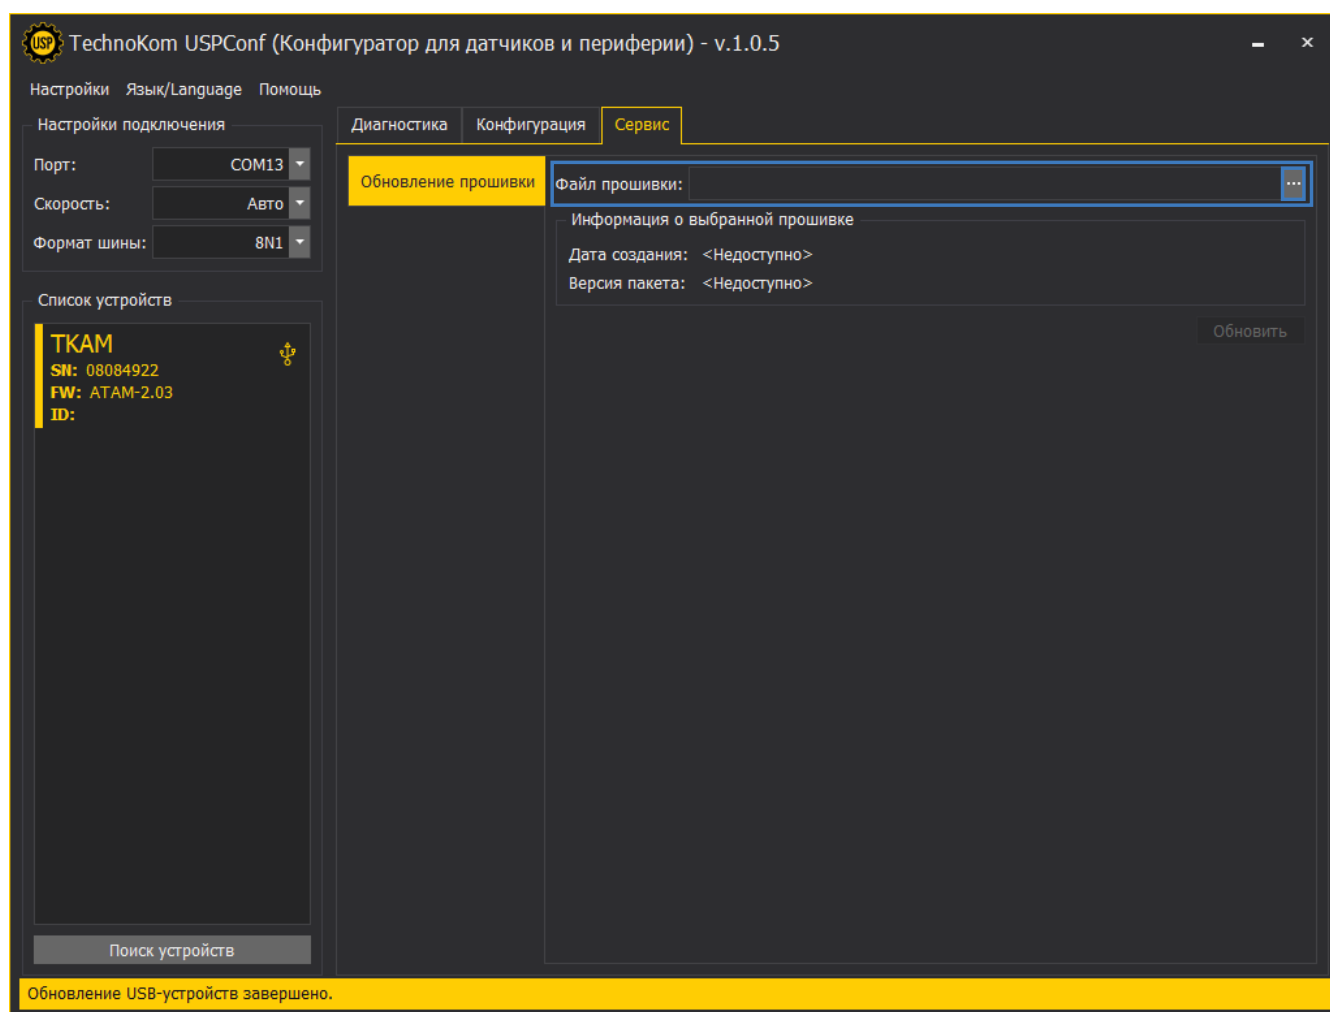

Рис.21. Обновление прошивки датчика
2. В программе перейдите на вкладку «**Сервис**» и нажмите кнопку в строке «**Файл прошивки**» (Рис.21). После этого вам будет предложено выбрать нужный файл прошивки. Файл прошивки должен иметь формат *.eraw*.